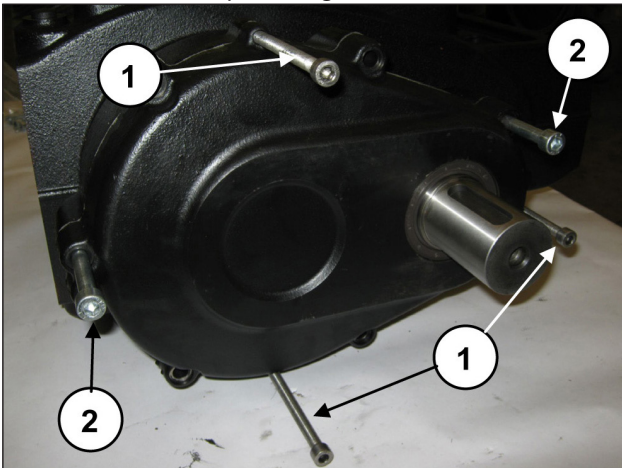

Fig. 5
Posicione três grãos ou parafusos rosqueados M8 (pos. ①, Fig. 5) com a função de extrator nos furos especiais e dois parafusos M10, suficientemente longos, com a função de sustentar a cobertura (pos. ②, Fig. 5).